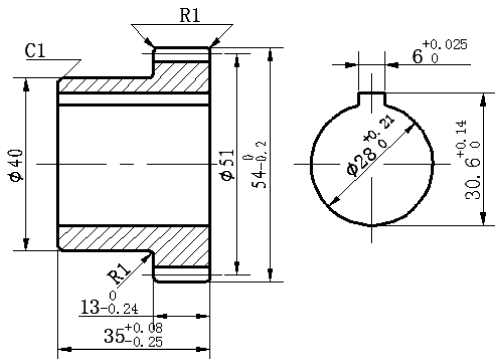

图 7-34 齿轮轴套
(1) 打开“源文件\第7章\齿轮轴套”图形文件作为当前图形，如图7-34所示。